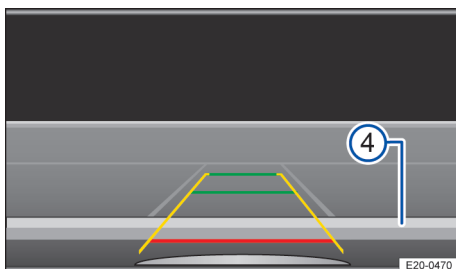

Fig. 129 Afișarea pe ecranul sistemului Infotainment: Orientarea autovehiculului în spațiul de parcare.
5. Opriți atunci când linia roșie atinge delimitarea din spate → fig. 129 ④.